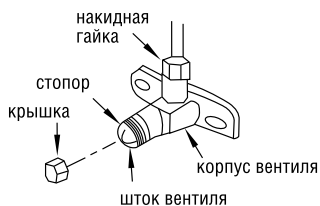

Рис. 22
- Откройте шток вентиля до положения, когда он коснется стопора (рис. 22). Не открывайте его сильнее.